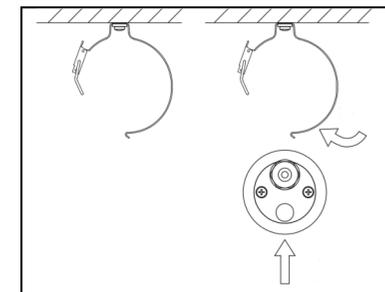

Рис. 2
- Закрепите скобы на поверхность установки и вставьте в скобы осветительный прибор (рис. 2).